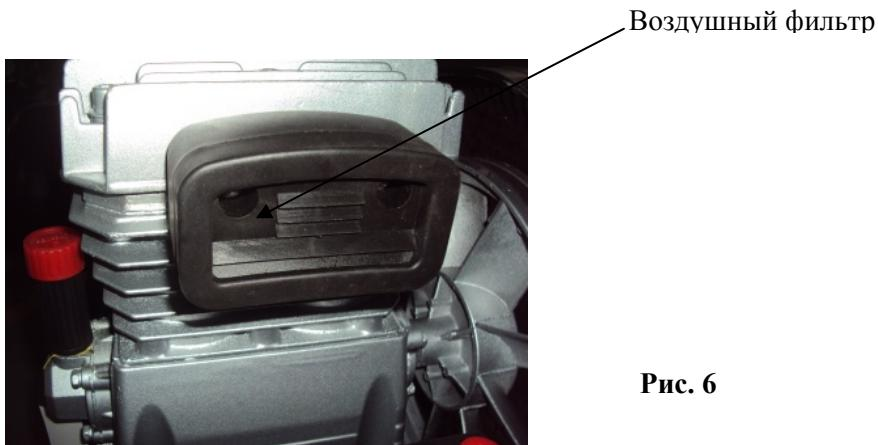

Рис. 6
- (1) Установите / замените воздушный фильтр (рис. 6).
- (2) Если в ресивере находится сжатый воздух, не отсоединяйте части, которые могут находиться под давлением.
- (3) Когда компрессор находится под напряжением, не отсоединяйте никакие электрические компоненты.
- (4) Никогда не регулируйте клапан безопасности – это может привести к аварийной ситуации.
- (5) Не используйте компрессор в помещениях с нестабильным сетевым напряжением.
- (6) Кабель питания должен быть сечением не менее 1.5 мм^2 и не более 5 м в длину.
- (7) Никогда не прекращайте работу, выдергивая кабель питания вместо выключения при помощи блока управления.
- (8) Когда компрессор выключен, сжатый воздух в выпускной трубке необходимо полностью выпустить через выпускное отверстие. Перезапускайте компрессор только после устранения неисправностей. В противном случае, может быть поврежден двигатель.